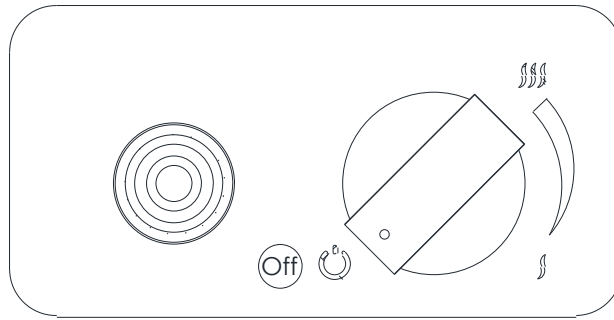

Fig. 14 – Het apparaat uitschakelen
- Om het apparaat uit te schakelen, drukt u op de knop en draait u deze tegelijkertijd helemaal met de klok mee (Fig. 14). De gastoevoer wordt afgesloten en de vlam op de brander wordt gedoofd.